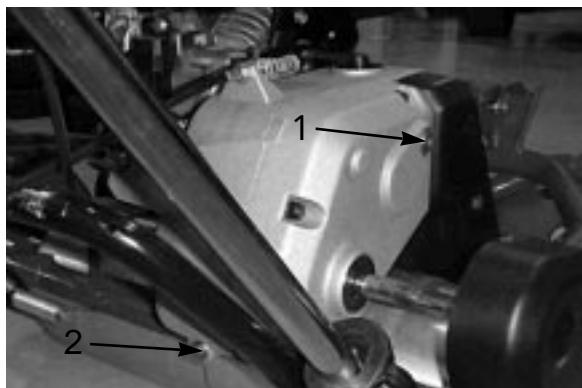

図 35
2. トランスミッション後部にあるドレン・プラグ(図35)を抜いてオイルを抜く。
3. ハンドルを押さえて機体を後ろにそらし、オイルが完全に抜けるようにする。トランスミッション右側にある点検プラグ(図35)を抜く。